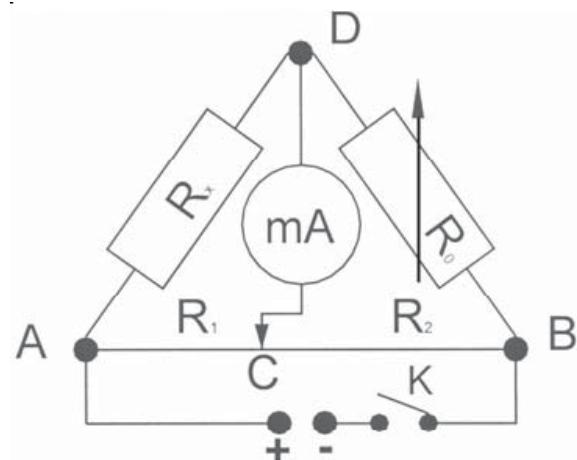

Fig. 1
A montagem de uma ponte de Wheatstone serve para determinar uma resistência (veja fig. 1). Para tal, são conectados um cabo de resistência de comprimento $l = l_1 + l_2$ e a resistência específica ρ (Ωm) com a resistência R_X a ser
- Conectar a montagem da experiência como ilustrado (veja fig. 1).
- Montar a experiência como indicado na fig. 1, porém, em vez de uma lâmpada incandescente, utiliza-se cabos de resistência de 1 a 3 m de comprimento.